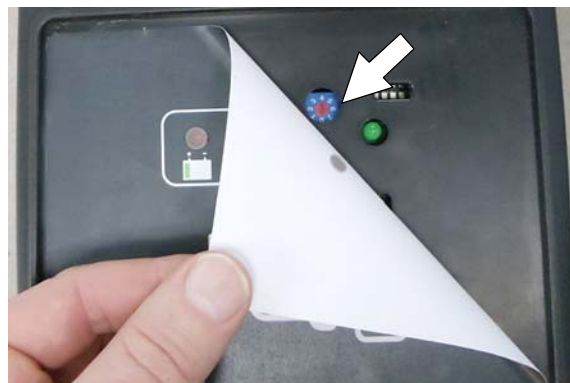

ABB. 77
2. Ziehen Sie vorsichtig den Aufkleber der Ladegeräteanzeige ab, um Zugriff auf das Wählrad zu erhalten (Abbildung 77).